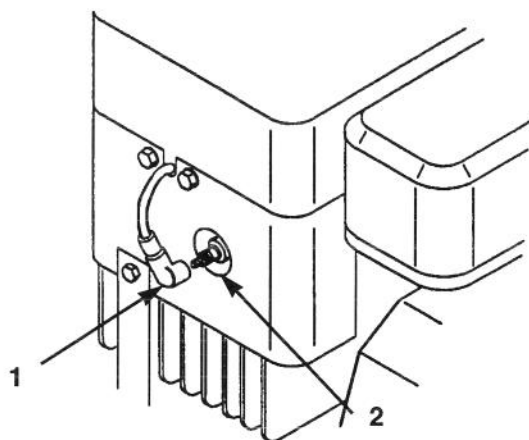

Figure 23
3. Débrancher le fil de la bougie d'allumage (Fig. 23), puis nettoyer la surface autour de la bougie pour éliminer les saletés qui pourraient tomber dans le moteur et l'endommager.
3. Brancher le fil sur la bougie d'allumage (Fig. 23).